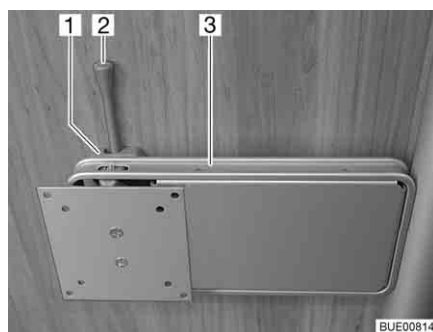

Bild 73 Halterung an Säule
- Den Entriegelungshebel (Bild 73,2) zur Seite drücken und die Halterung (Bild 73,3) mit dem Flachbildschirm in die gewünschte Position drehen.
- Flachbildschirm zurückdrehen, bis die Halterung (Bild 73,3) in die Verriegelung (Bild 73,1) einrastet.